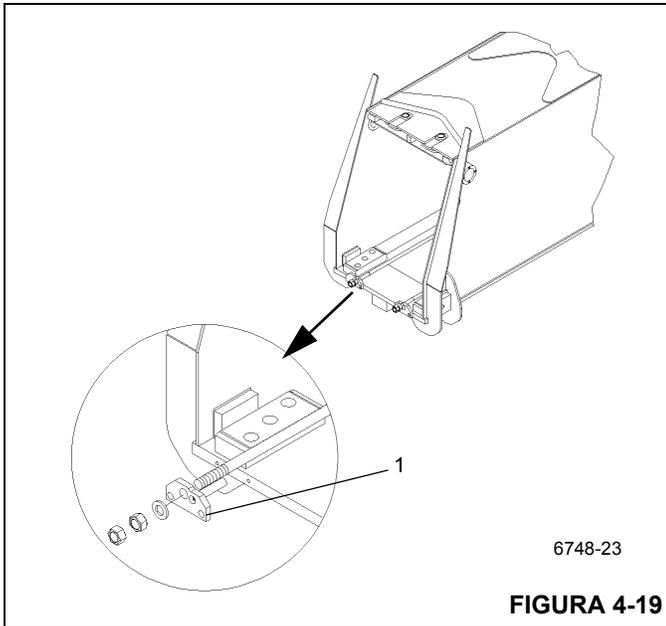

FIGURA 4-19
4. Na parte frontal inferior da seção intermediária interna, remova os parafusos que prendem as placas de fixação do cabo de retração da seção volante (Figura 4-19, 1). Remova as contraporcas e as placas de fixação dos cabos.